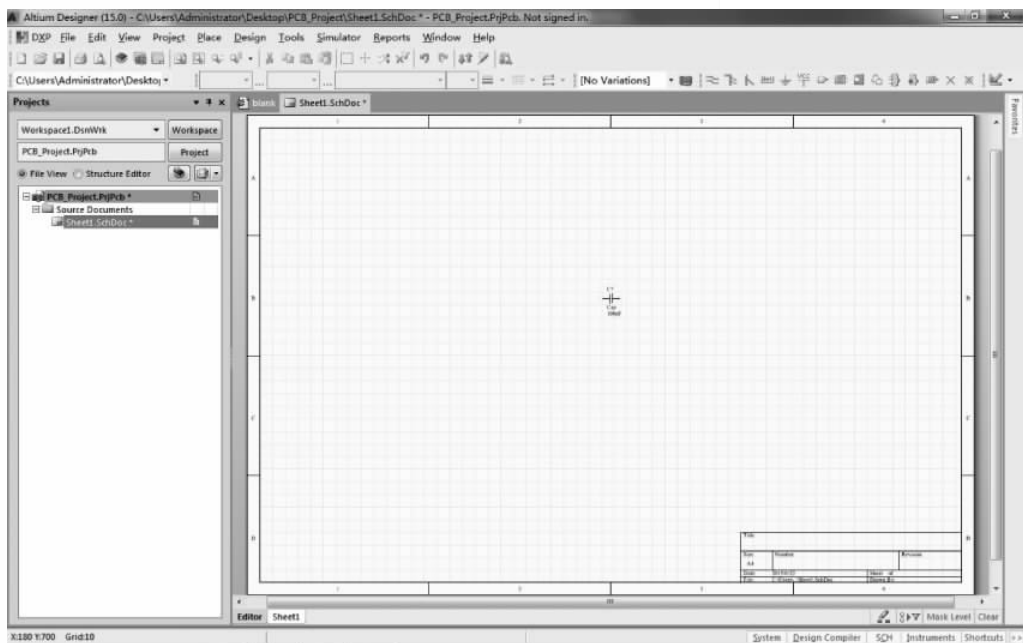

图 3-2 适合文件的显示效果
- **【Fit Document】(适合文件)**: 在工作界面上显示当前整张原理图,包括图纸边框、标题栏等,如图 3-2 所示。